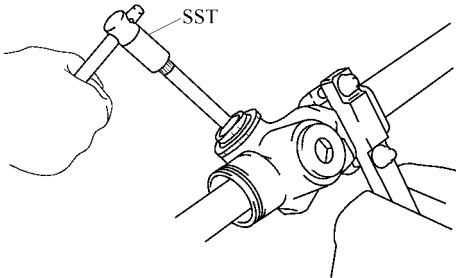

图 16-31 用转向蜗杆轴承调整套筒计数小齿轮总的转动圈数
1) 使用转向蜗杆轴承调整套筒计数小齿轮总的转动圈数，然后将小齿轮退回一半圈数，如图 16-31 所示。